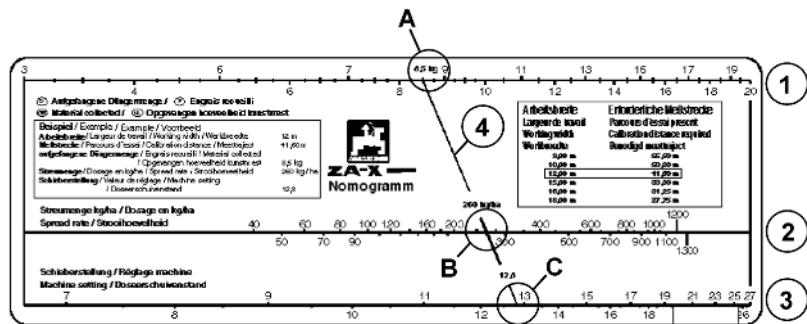

図 66
2. クランプレバー（図 66/2）を解除します。
3. 目盛り（図 66/1）において、散布表に記載されていた、あるいはキャリブレーション装置で検出したシャッター位置用の目盛り値を探してください。
4. 表示器（図 66/3）の読み取りエッジ（図 66/4）を目盛りの値に設定してください。
5. クランプレバー（図 66/2）を再びしっかりと締め付けてください。